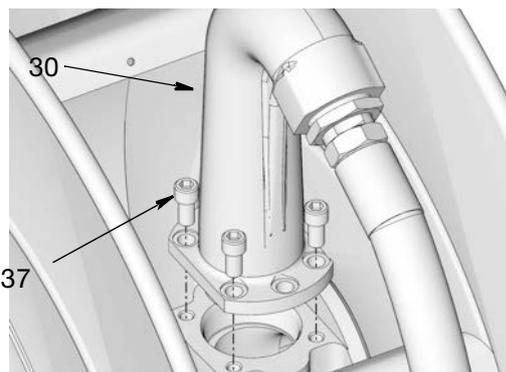

Fig. 12: Se muestra modelo de baja presión.
- Instale la salida (30) en el carrete. Vuelva a colocar y apriete todos los pernos (37) con seguridad. Apriete los pernos a un par de 32,54 - 40,67 N.m (24 - 30 lb-pie) (Fig. 12).
- Los modelos de baja presión (mostrados en la FIG. 12) usan 4 pernos (37).
- Los modelos de media presión (no se muestran) usan 6 pernos (37).